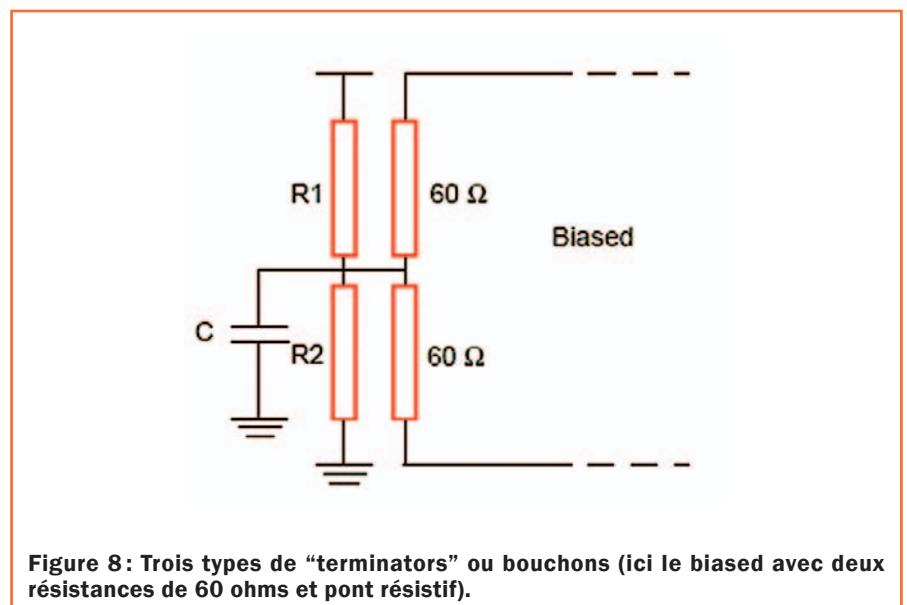

Figure 8: Trois types de "terminators" ou bouchons (ici le biased avec deux résistances de 60 ohms et pont résistif).
- 3) **Biased** : comparable au précédent ; ce qui diffère, c'est qu'on a inséré entre les deux résistances un pont résistif R1/R2 fournissant une tension divisée par deux ( $V_{dd}/2$ ), voir figure 8.